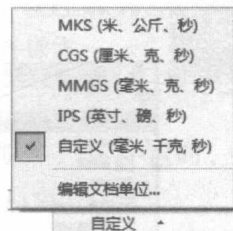

图 1-9 “单位系统”列表
- 单位系统：在编辑草图的过程中，单击“自定义”按钮，在弹出的列表中选择绘制草图的文档单位，如图 1-9 所示。